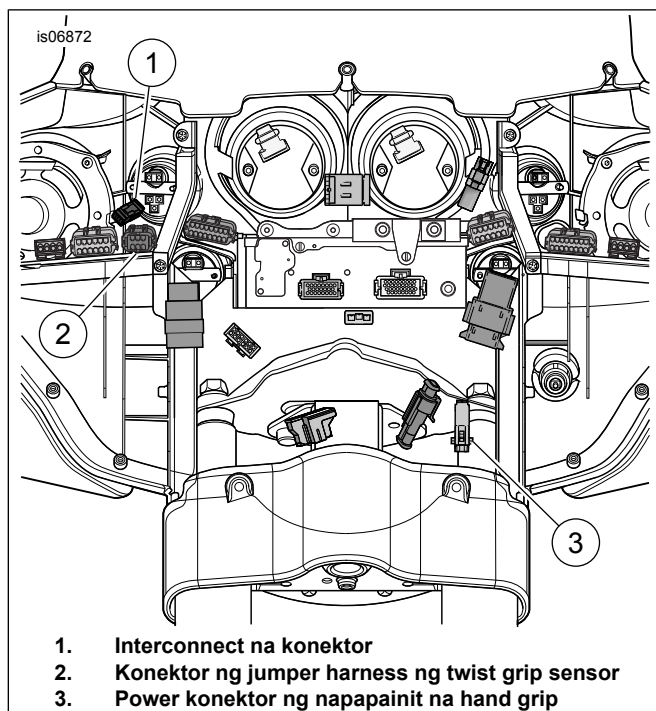

Figure 5. Pagkakable ng Fairing (FLH na mga Modelo)
Tingnan ang Figure 5 . Ang power konektor ng hand grip (3) ay may isang takip na dapat na tanggalin bago ikonekta ang pagkakable ng sasakyan.
2. Tingnan ang Figure 5 . Ikonekta ang kalahati ng power konektor mula sa kaliwang grip sa power konektor na hand grip (3).
3. Ikonekta (1) sa kaliwang hand grip na konektor.
- c. Ikonekta ang konektor ng TGS ng pangunahing harness mula sa jumper harness sa konektor (2).